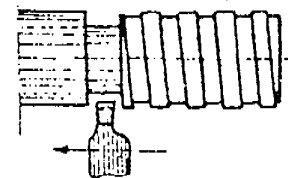
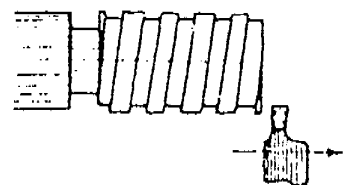

Figura 10 - Rosca derecha
Figura 11 - Rosca izquierda
- d. Pare el torno cuando se llegue al canal de salida ( Figura 10 ) o fuera de la pieza ( Figura 11 ).